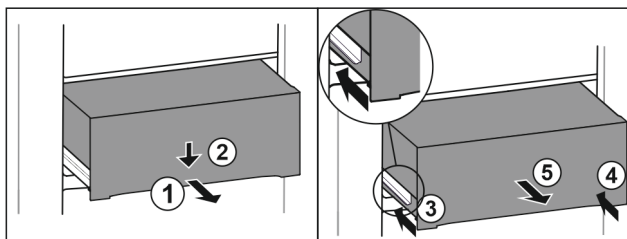

Fig. 171
- ▶ Вытяните выдвижной ящик наполовину. Fig. 171 (1)
- ▶ Вдавите выдвижной ящик в передней части вниз. Fig. 171 (2)
- ▶ Задвиньте левую направляющую прим. на 2 см. Fig. 171 (3)
- ▶ Задвиньте правую направляющую прим. на 2 см. Fig. 171 (4)
- ▶ Извлеките выдвижной ящик движением вперед. Fig. 171 (5)